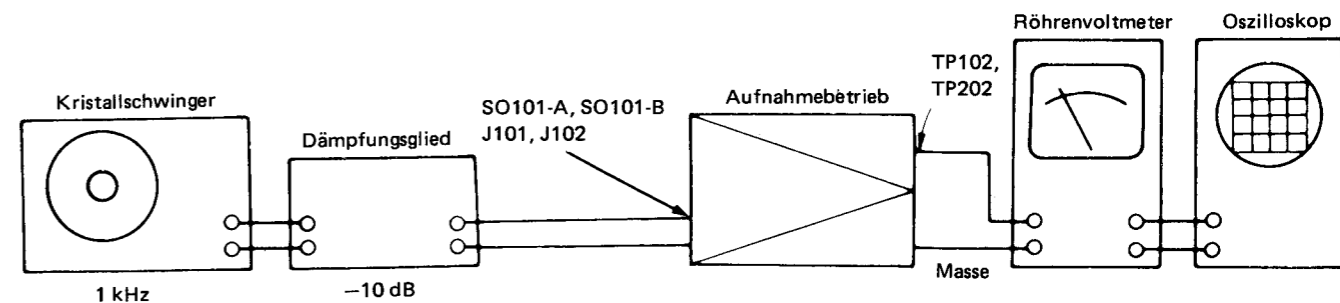

Abbildung 16-2
■ **ÜBERPRÜFUNG DER LINE/DIN-AUSSTEUERUNGSPEGELGRUPPENFEHLER** (Siehe Abbildung 16-2)